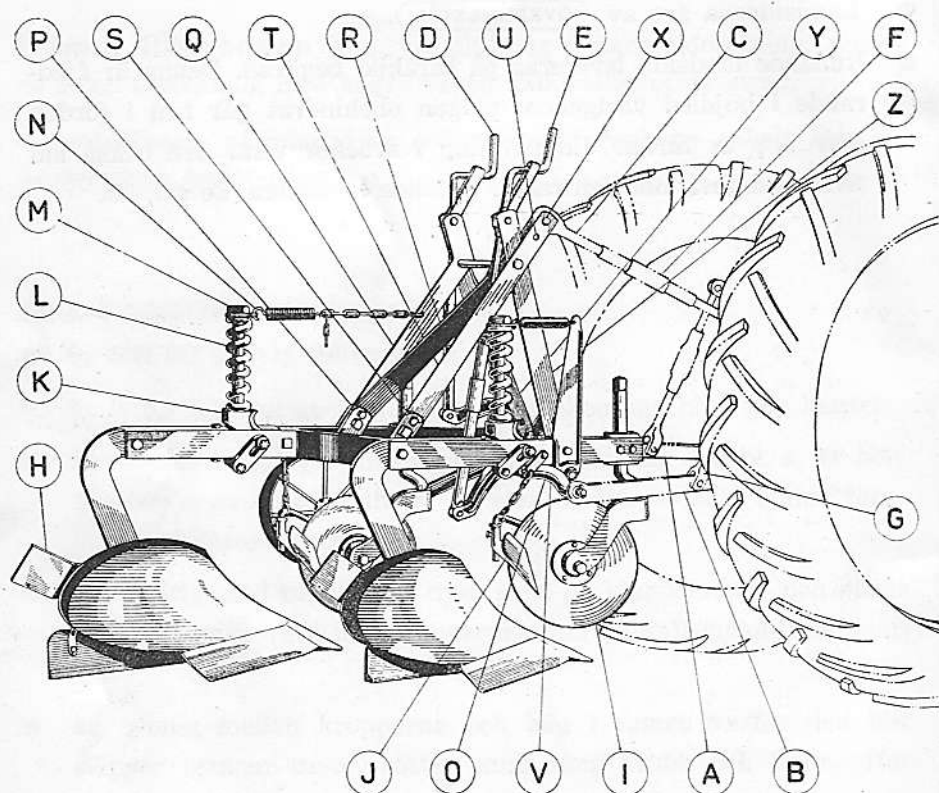

Fig. 1
Inställning (Bokstäverna i marginalen hänvisa till fig. 1).
Sesam Junior A 1 passar bl. a. till traktorerna David Brown, Ford, Steyr typ 180, Zetor 25 samt Fredsjeepen. Den är monterad med BÄRAXELN BRL-410 med 22 mm axeltappar, O fig. 1.
- ⓪ med BÄRAXELN BRL-410 med 22 mm axeltappar, O fig. 1.
- Ⓟ SKARVJÄRNEN BSL-98½, P fig. 1, äro placerade på toppens
- ⓈⓉ JÄRNET BSL-100½, S fig. 1, på BAKRE STÖTTAN T. Traktorns tryckstång C fig. 1 anslutes till toppen med en bult genom
- Ⓥ BRM-410 med 28 mm axeltappar, V fig. 1. Skarvjärnen BSL-98½, P fig. 1, äro placerade på toppens bakre stötta Q och mellanstötta R samt skarvjärnet BSL-100½, S fig. 1, på bakre stöttan T. Traktorns tryckstång C fig. 1 anslutes till toppen
Sesam Junior B 2 passar bl. a. till traktorn Volvo T-31. Den är monterad med bäraxeln BRM-410 med 28 mm axeltappar, V fig. 1. Skarvjärnen BSL-98½ äro här placerade på toppens
- ⓎⓏ FRÄMRE STÖTTOR Y och Z fig. 1. Traktorns tryckstång C fig. 1 anslutes till toppen med en bult genom hålen U.
Sesam Junior C 1 passar bl. a. till traktorerna Volvo T-22, Munk-tell BM-10, samt Renault R 3042. Den är monterad med bäraxeln BRL-410 med 22 mm axeltappar, O fig. 1. Skarvjärnen BSL-98½ äro här placerade på toppens främre stöttor Y och Z fig. 1. Traktorns tryckstång C fig. 1 anslutes till toppen med en bult genom hålen U.
Sesam Junior A 1 ändras till B 1 genom anskaffande av ny bäraxel BRM-410 med 28 mm axeltappar samt brickan 61 fig. 12, vilken placeras på insidan av bakre stöttan T fig. 1.
A 1 ändras till B 2 genom att flytta båda skarvjärnen BSL-98½ från bakre stöttan Q och mellanstöttan R till främre stöttorna Y och Z fig. 1. Dessutom anskaffas ny bäraxel BRM-410 med 28 mm axeltappar, 1 st. bult S6S-½"×40 och 2 st. bult S6S-⅝"×40, båda med muttrar och fjäderbrickor. Skarvjärnet BSL-100½, S fig. 1, blir då obehövt.
A 1 ändras till C 1 genom att flytta båda skarvjärnen BSL-98½ från bakre stöttan Q och mellanstöttan R till främre stöttorna Y och Z fig. 1. Dessutom anskaffas 1 st. bult S6S-½"×40 och 2 st. bult S6S-⅝"×40, båda med muttrar och fjäderbrickor. Skarvjärnet BSL-100½, S fig. 1, blir då obehövt.
B 1 ändras till B 2 genom att flytta båda skarvjärnen BSL-98½ från bakre stöttan Q och mellanstöttan R till främre stöttorna Y och Z fig. 1. Dessutom anskaffas 1 st. bult S6S-½"×40 och 2 st. bult S6S-⅝"×40, båda med muttrar och fjäderbrickor. Brickan 61 fig. 12 och skarvjärnet BSL-100½, S fig. 1, bliva då obehövliga.
B 1 ändras till C 1 genom att flytta båda skarvjärnen BSL-98½ från bakre stöttan Q och mellanstöttan R till främre stöttorna Y och Z fig. 1. Dessutom anskaffas ny bäraxel BRL-410 med 22 mm axeltappar, 1 st. bult S6S-½"×40 och 2 st. bult S6S-⅝"×40, båda med muttrar och fjäderbrickor. Brickan 61 fig. 12 och skarvjärnet BSL-100½, S fig. 1, bliva då obehövliga.
Sesam Junior B 2 ändras till A 1 genom att flytta båda skarvjärnen BSL-98½ från främre stöttorna Y och Z till bakre stöttan Q och mellanstöttan R fig. 1. Dessutom anskaffas 1 st. skarvjärn BSL-100½, vilket monteras på bakre stöttan T fig. 1, ny bäraxel BRL-410 med 22 mm axeltappar, 1 st. bult 45, 1 st. 47 och 1 st. 48 fig. 12.
B 2 ändras till B 1 genom att flytta båda skarvjärnen BSL-98½ från främre stöttorna Y och Z till bakre stöttan Q och mellanstöttan R fig. 1. Dessutom anskaffas 1 st. skarvjärn BSL-100½, vilket monteras på bakre stöttan T fig. 1, 1 st. bricka 61 fig. 12, vilken placeras på insidan av bakre stöttan T fig. 1, 1 st. bult 45, 1 st. 47 och 1 st. 48 fig. 12.
Sesam Junior C 1 ändras till A 1 genom att flytta båda skarvjärnen BSL-98½ från främre stöttorna Y och Z till bakre stöttan Q och mellanstöttan R fig. 1. Dessutom anskaffas 1 st. skarvjärn BSL-100½, vilket monteras på bakre stöttan T fig. 1, 1 st. bult 45, 1 st. 47 och 1 st. 48 fig. 12.
C 1 ändras till B 1 genom att flytta båda skarvjärnen BSL-98½ från främre stöttorna Y och Z till bakre stöttan Q och mellanstöttan R fig. 1. Dessutom anskaffas 1 st. skarvjärn BSL-100½, vilket monteras på bakre stöttan T fig. 1, ny bäraxel BRM-410 med 28 mm
axeltappar, brickan 61 fig. 12, vilken placeras på insidan av bakre stöttan T fig. 1, 1 st. bult 45, 1 st. 47 och 1 st. 48 fig. 12.